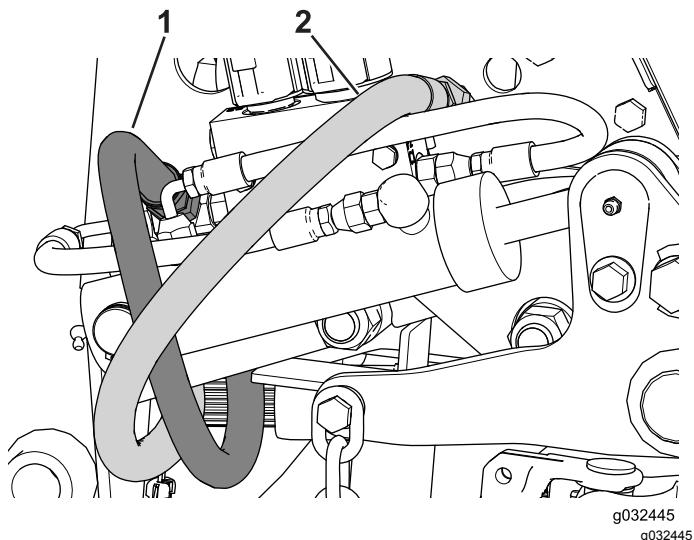

Figura 55
- Coloque un recipiente adecuado debajo de la válvula, y desconecte las mangueras hidráulicas de la válvula de control (Figura 55).